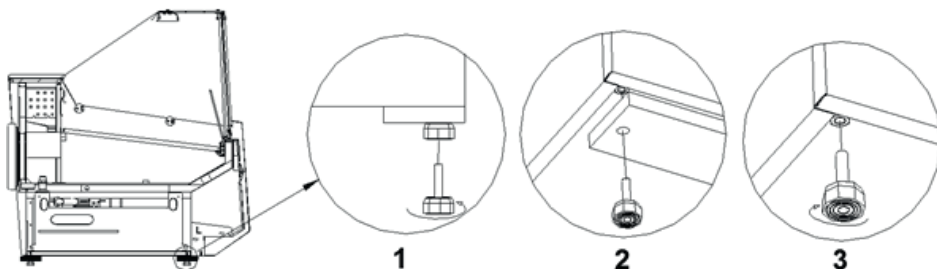

Abb.2 Entfernen der Holzbühne
5. (Betrifft nur die Vitrinen „GASTRO“) In der Vitrine die uniserale Salat-Wanne einstellen. In der Modulwanne die Querholme für GN-Behälter anbringen und dann die Behälter nach Abb.2 anordnen